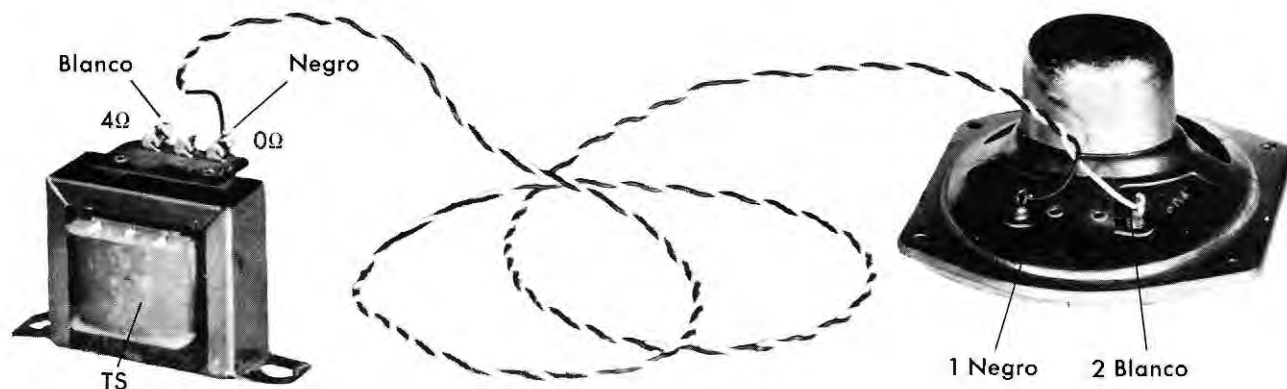

Figura 1
Para mayor claridad de las conexiones, en la figura 1 presentamos el transformador de audio TS y el altavoz de manera independientes, que le resuelven cualquier duda. No obstante, consideramos que el primero lo tiene ya fijo en el lugar previsto del chasis.
tud, y suelde el primero en el terminal 4 ohmios, del secundario del transformador de sonido (TS) y el segundo, NEGRO, en el terminal CERO ohmios del mismo, según indica la figura 1.